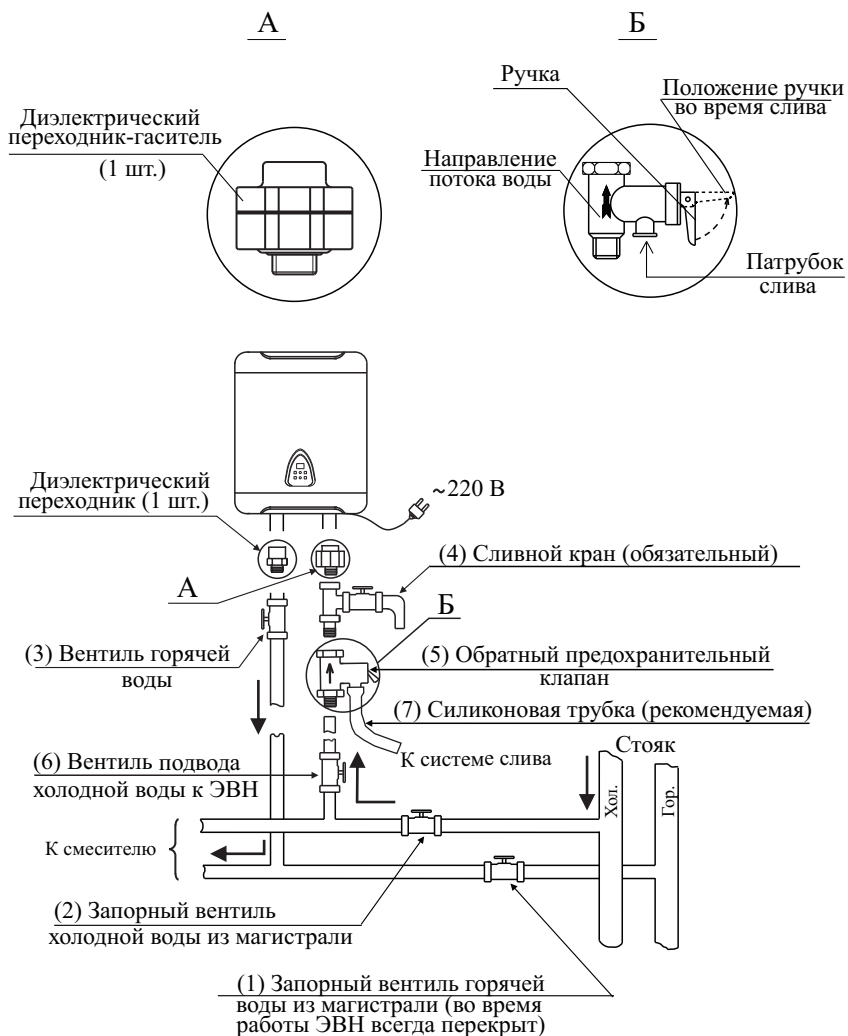

Рисунок 4 - Схема подключения к водопроводной сети
Подключение входа и выхода ЭВН к магистральным трубам холодной и горячей воды (см. рис. 4) обязательно должно осуществляться:
- Заполните ЭВН водой. Для этого перекройте запорный вентиль горячей воды из магистрали (1), закройте сливной кран (4), откройте запорный вентиль холодной воды из магистрали (2), вентиль подвода холодной воды к ЭВН (6), вентиль горячей воды (3) и кран горячей воды на смесителе. ЭВН заполнен, когда из крана горячей воды на смесителе начнет вытекать, с полным напором, вода. Закрыть кран горячей воды на смесителе (см. рисунок 4).
- При необходимости полного слива воды из ЭВН (например, при профилактике) надо отключить ЭВН от электрической сети, перекрыть вентиль подвода холодной воды к ЭВН (6), вентиль горячей воды (3) должен быть открытым, открыть кран горячей воды на смесителе и сливной кран (4), через который и слить воду (см. рисунок 4).